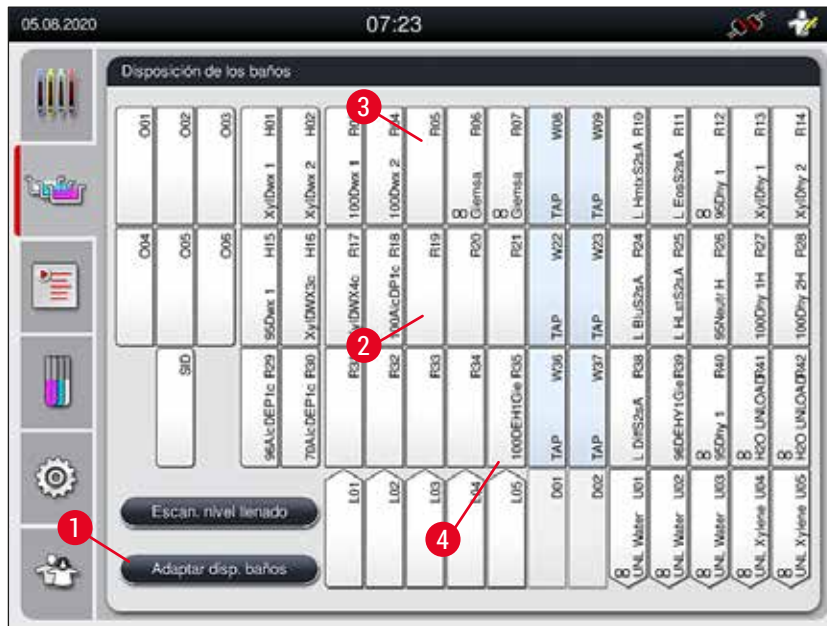

Fig. 61
1. En la pantalla de la disposición de los baños (→ "Fig. 61"), pulse el botón **Adaptar disp. baños** (→ "Fig. 61-1").
1. Para desplazar estaciones de reactivos, selecciónelas una a una en la disposición de los baños (→ "Fig. 61") tocando la pantalla y, a continuación, pulse en una posición disponible del portapapeles (→ "Fig. 64-1").